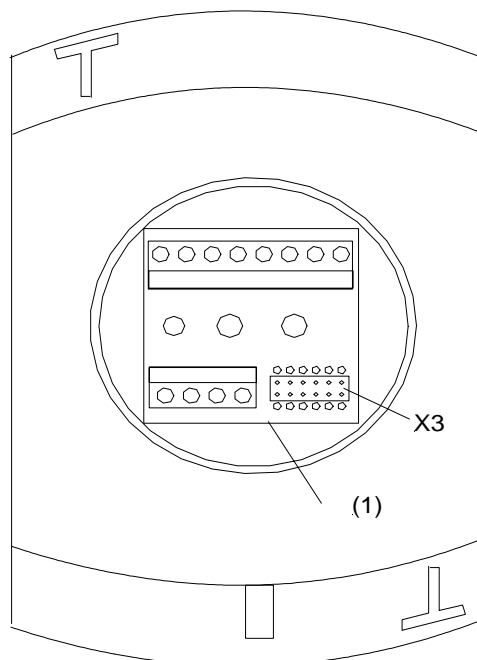

Abbildung 2: Rückansicht mit eingerasteter Anschlussplatine (1)
- Anschlussplatine in das Gehäuseunterteil einrasten (siehe: Abbildung 2).